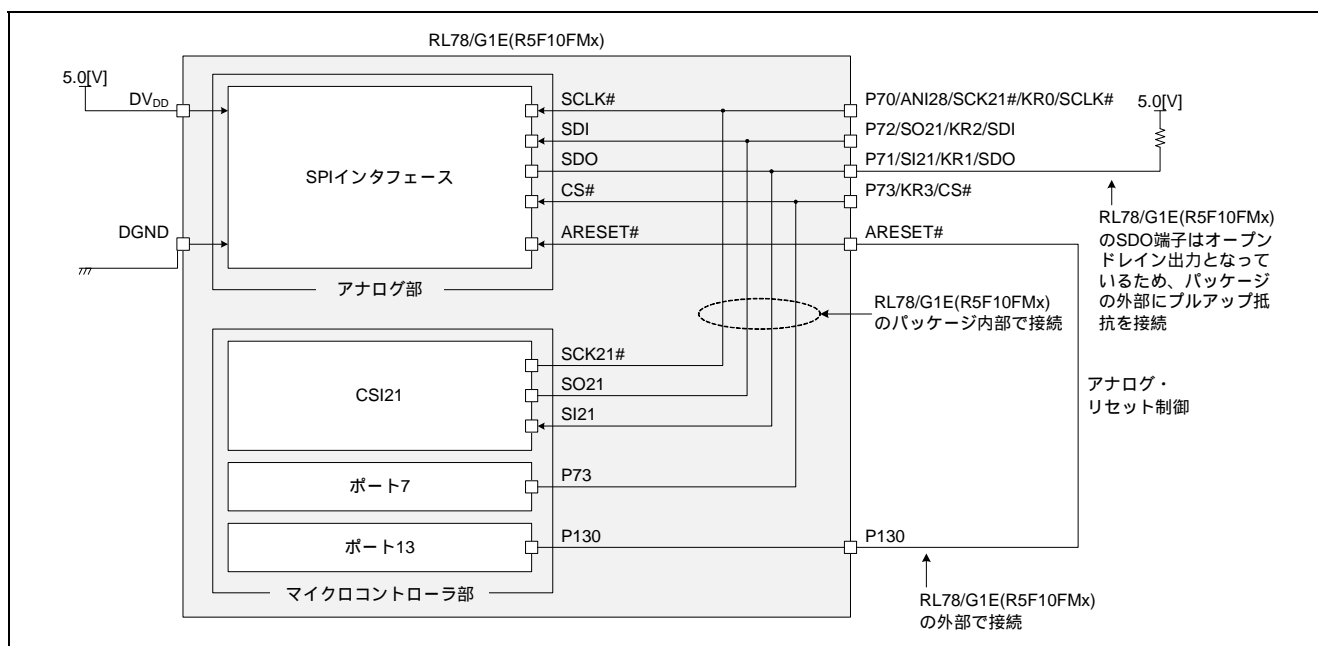

図 6.6 SPI の接続図
(1) SPI の機能概要
- ・ リセット制御レジスタ (RC) の RESET ビットへの 1 ライトによる内部リセット
- 図 6.6 に RL78/G1E (R5F10FMx) の SPI の接続図を示します。